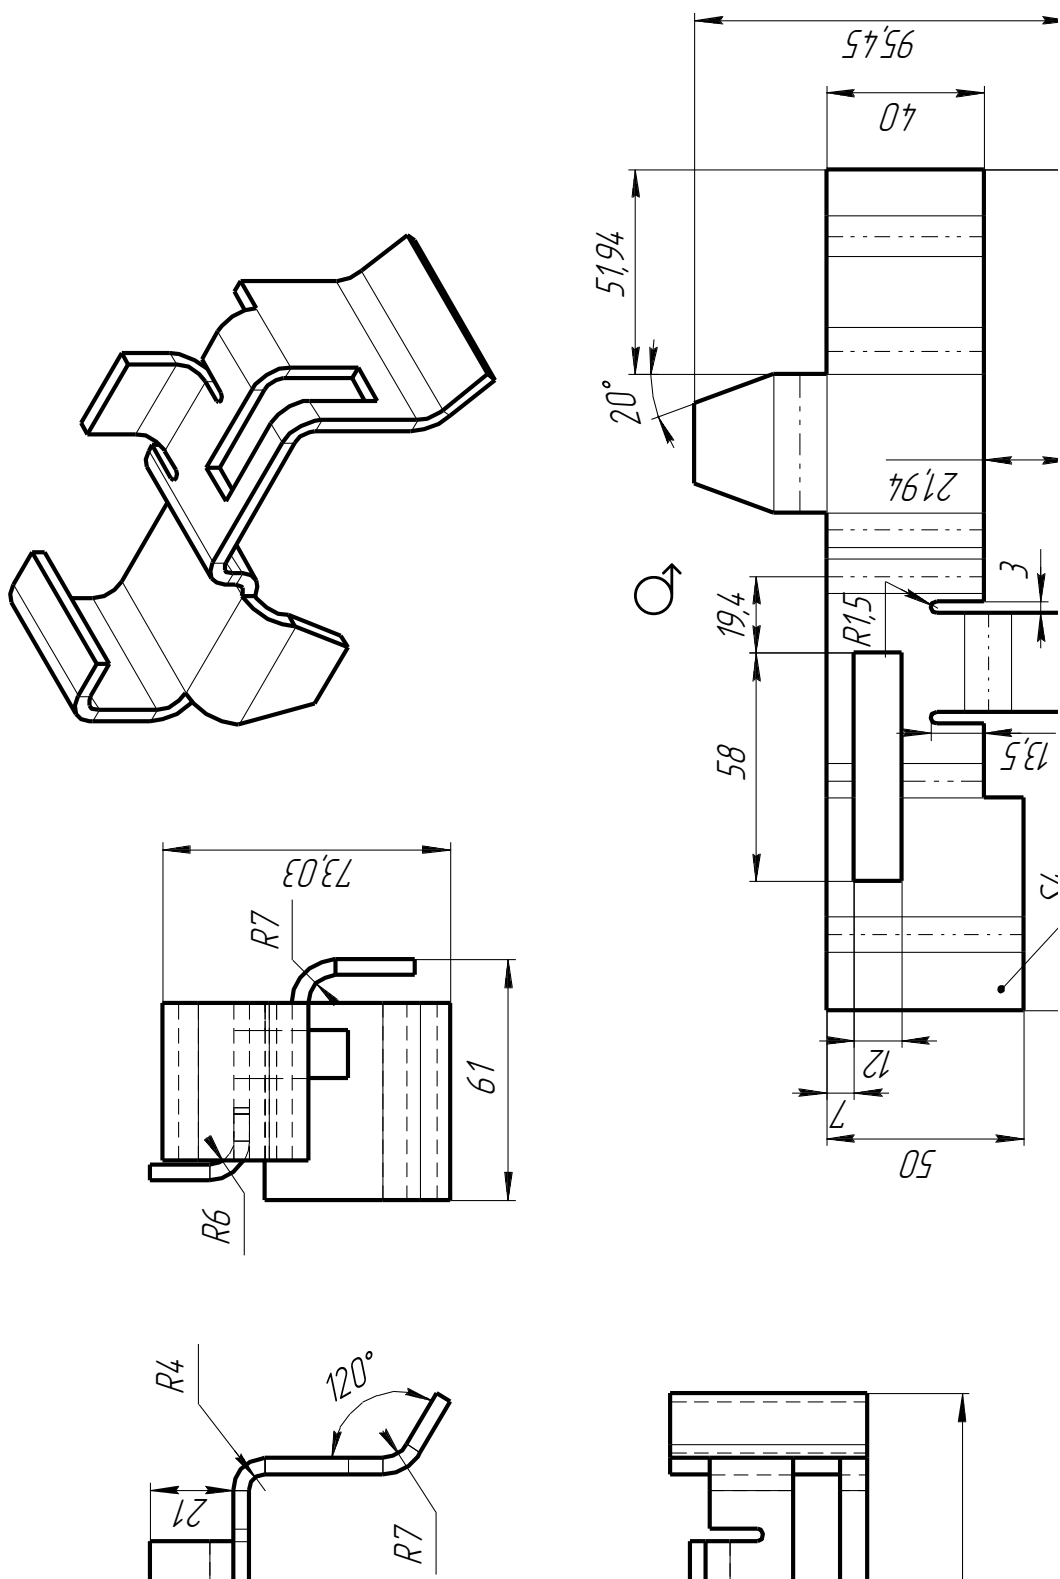

Рисунок 66.
9. Проставить все необходимые размеры. Заполнить основную надпись (рисунок 66).